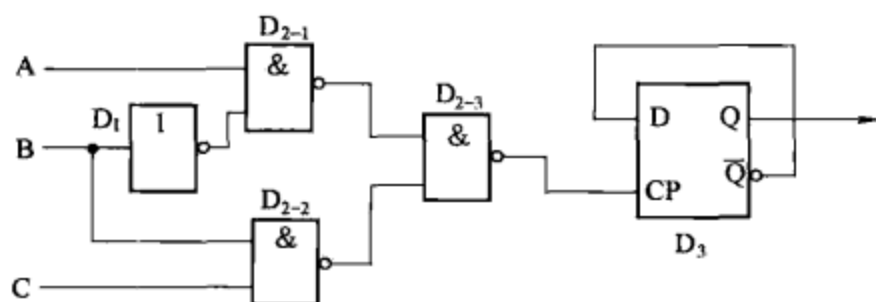
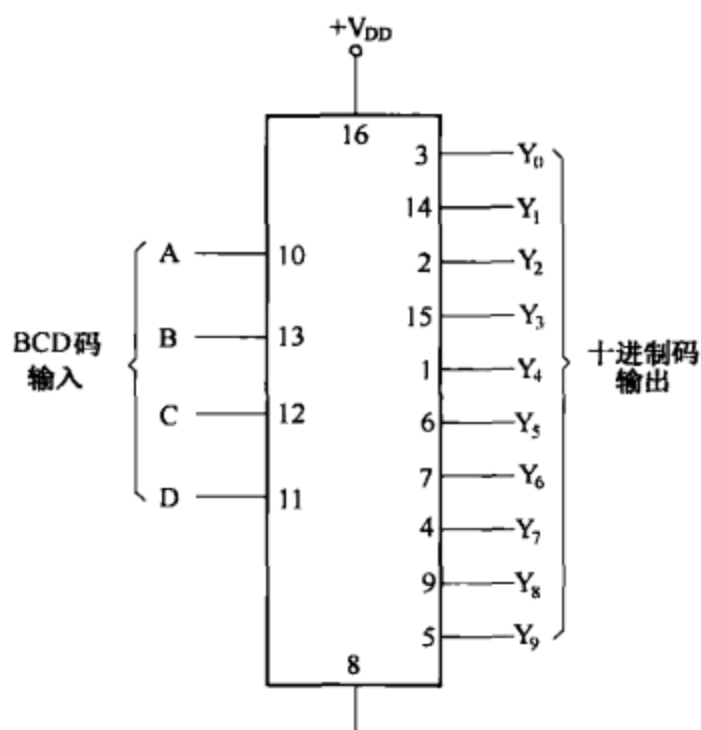

图 7-7
图 7-8
(4) 数字集成电路一般直接用逻辑图形符号表示。门电路、触发器等，都采用这种画法，如图 7-7 所示。其他数字集成电路，目前仍较多的采用矩形图框来表示，并在各引脚处标注出该引脚的逻辑功能文字符号，图 7-8 示出了一个 BCD 码/十进制码译码器的例子。